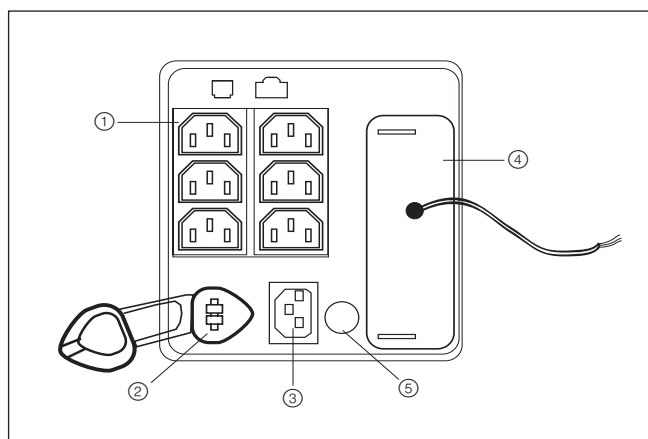

Abb. 3 Rückseite der USV, Anschlüsse
- Schließen Sie die Akkuverbindung der USV (siehe Abb. 3, ②).